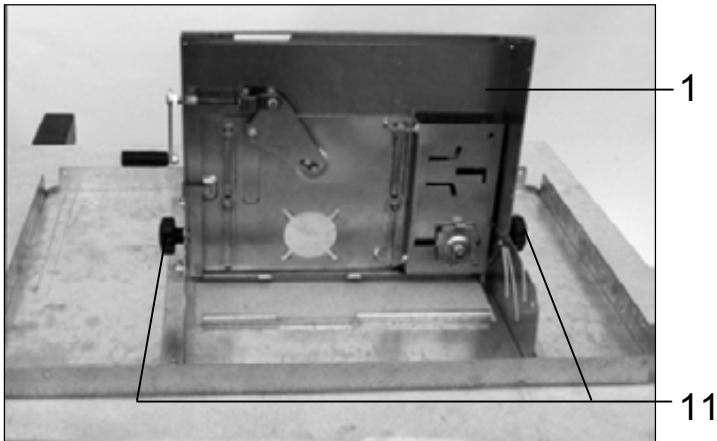

Abb. 14
- Siehe auch Bild 14
- See also Fig. 14.
- Voir également la figure 14
- Zie ook afb. 14
- Se även bild 14
- Vea también la Fig. 14.